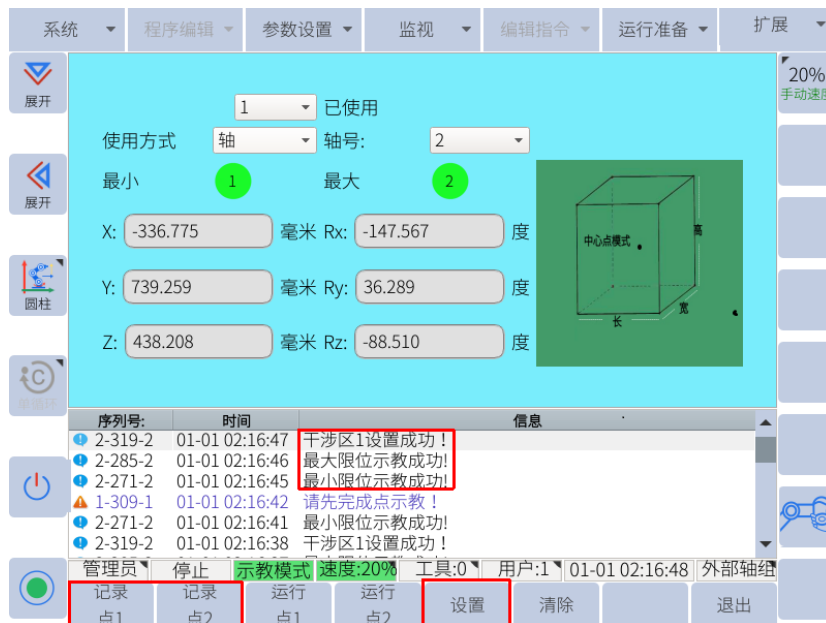

图 6-93: 轴干涉区
5. 点击子菜单栏的“设置”，干涉区即设置成功，如图 6-93 所示。